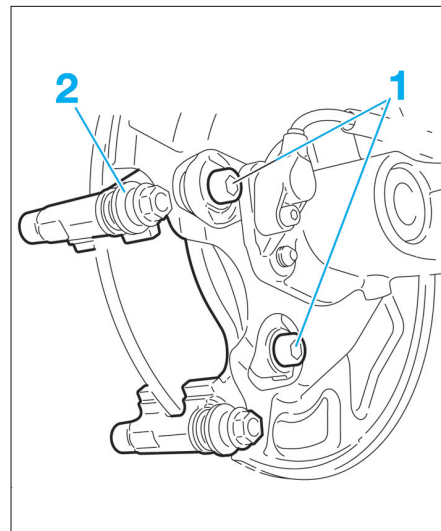

FIG. 13
- Déposer les 2 vis de fixation (1) du support (2) d'étrier puis ce dernier (Fig.13).